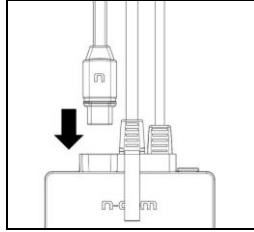

Fig. 29
- Aligner le connecteur du clavier avec l'e-box (Fig. 29).